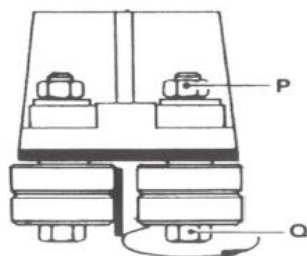

Рис. 5
- С помощью гаечного ключа на 10 мм ослабьте шестигранные гайки P на двух направляющих на внешней стороне полотна (рис. 5).